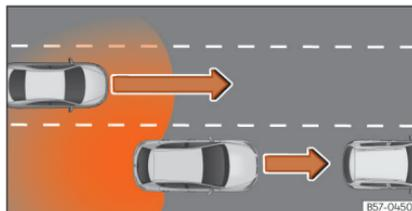

Fig. 149 Ultrapassagem com trânsito na parte traseira.
- Quando se é ultrapassado por outro veículo »» **Fig. 149**.